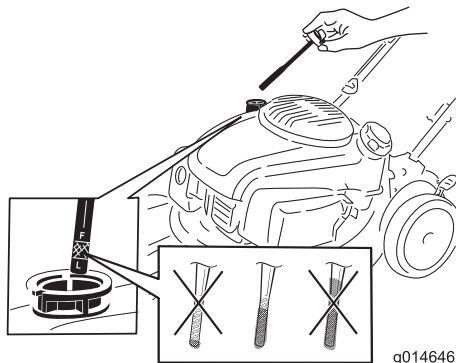

Figura 5
1. Retire la varilla (Figura 5).
2. Vierta aceite **lentamente** por el tubo de llenado hasta que el nivel de aceite llegue a la marca de Lleno de la varilla (Figura 5). **No llene demasiado.** (Capacidad máxima: 0.53 l (18 onzas), tipo: 10W-30 o SAE 30, aceite detergente con clasificación de servicio API, SJ, o superior.)
Nota: Cada vez que compruebe el nivel de aceite, retire la varilla y límpielala, introduzcala en el cuello de llenado de aceite (**sin enroscarla**), luego retírela de nuevo y compruebe el nivel (Figura 5).